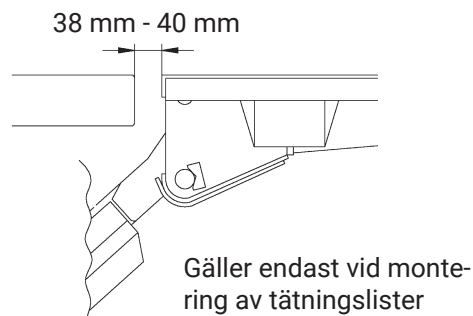
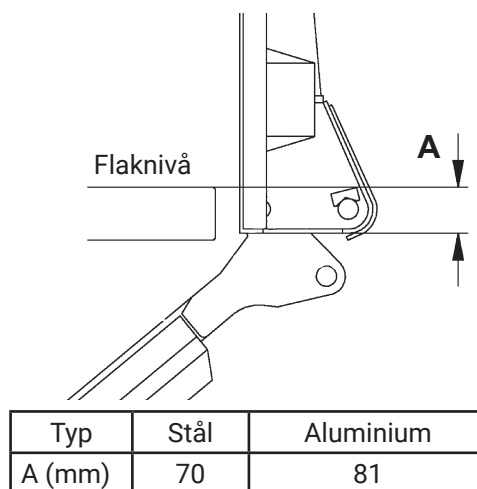

Bild 36. Kontrollera läget i förhållande till bilens bakbalk
Bild 37. Plattformns underhäng (A), varierar mellan olika bryggtyper, vilket bör beaktas vid montering av överkanttätning.
5. Provkör lyften försiktigt upp till flaknivå och tilta till vertikalläge. Kontrollera läget i förhållande till bilens bakbalk och sidostolpar. Se Bild 36 och Bild 37.